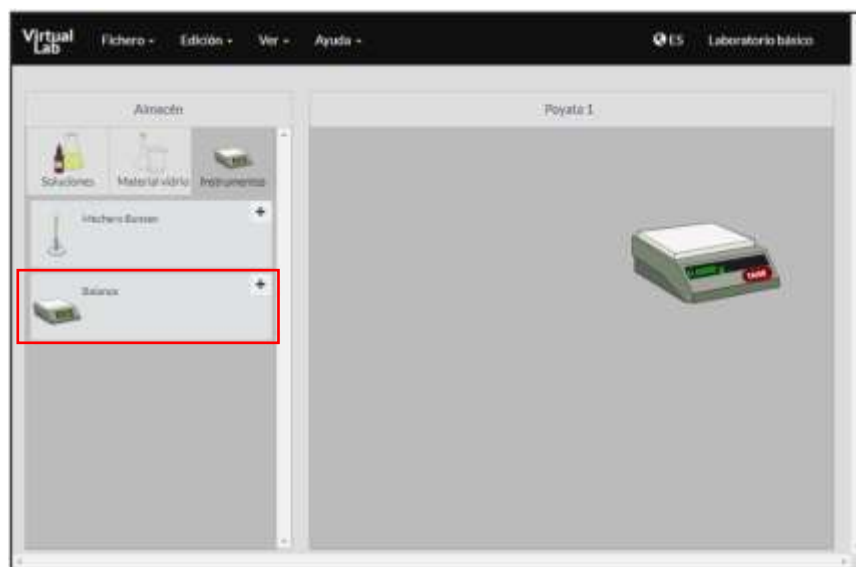

Figura 2. Simulador *Making stock solutions from solids*.
- Ingrese a **Instrumentos** para colocar la balanza en el espacio de trabajo (figura 2).